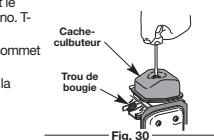

Fig. 30
5. Nettoyez toute saleté autour du cache-culbuteur. Retirez la vis retenant le cache-culbuteur à l'aide d'un tournevis à lame plate large ou à moche no. T-25 Torx (Fig. 30). Enlevez le cache-culbuteur et le joint.
- Le piston est au sommet de sa course lorsqu'on regarde par le trou de la bougie (Fig. 30)